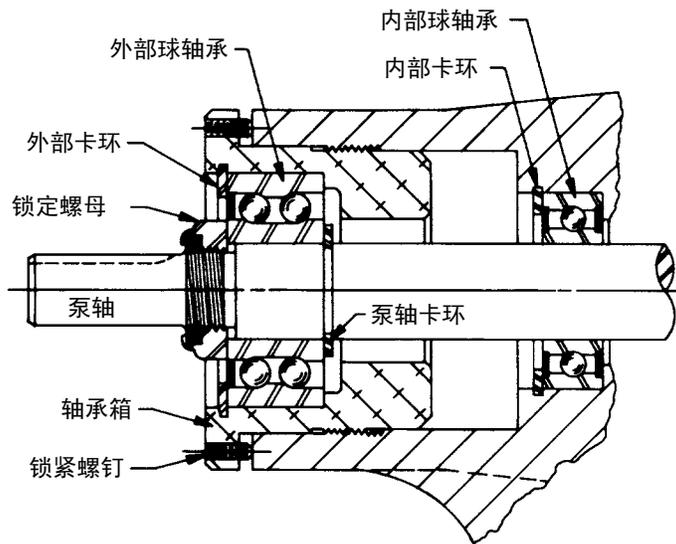
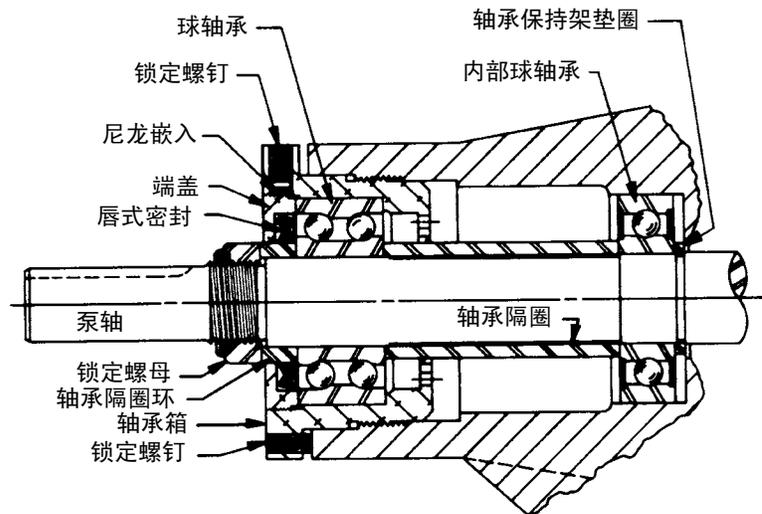

图9 - 推力轴承总成 G, GG, H, HJ, HL 型号
图10 - 推力轴承总成 AS, AK, AL 型号
6. 在端口开口之中以及转子齿之间、插入铜棒或一块硬木、防止泵轴转向。逆时针方向转动锁定螺母、并将其移除。参见图9和图10、第 6 页。
7. 松开轴承箱对面的两个锁定螺钉、以逆时针方向转动推力轴承总成、并将其从壳体中移除。参见图9和图10、第 6 页。
参见图9、第 6 页。
AS, AK, AL: 从泵轴移除轴承隔圈。参见图10、第 6 页。
11. AS, AK, AL: 移除轴承保护架垫圈。移除时、垫圈可能会与转子和泵轴在一起、或是抵住球轴承。参见图10。
参见图9。
AS, AK, AL: 松开外径法兰中的两个锁定螺钉。逆时针转动端盖及唇式密封、并移除。移除球轴承参见图10。
13. G, GG, H, HJ, HL: 在轴槽中安装轴卡环。参见图 9、第 6 页。
AS, AK, AL: 越过泵轴、紧靠单排球轴承安装轴承隔圈。参见图 10、第 6 页。
14. 将内球轴承和推力轴承总成双排球轴承之间的润滑室、用多用途油脂 NLGI #2 填到约半满。剩下的空间供推力轴承总成使用。参见图 9 和图 10、第 6 页。
G, GG, H, HJ, HL: 将球轴承安装进轴承箱中、屏蔽侧朝向泵轴耦合端。参见图 9、第 6 页。将卡环安装进轴承箱、以保持球轴承的位置。卡环有一端为圆锥形、以便用于轴承箱圆锥形槽。圆锥一端位于球轴承的远侧。
AS, AK, AL: 将球轴承安装进轴承箱。将唇式密封安装进轴承箱端盖中。唇部需朝向泵轴端。将轴承隔圈衬套放进唇式密封、安装进轴承箱、上紧锁定螺钉。参见图 10、第 6 页。
参见图 9 和图 10。